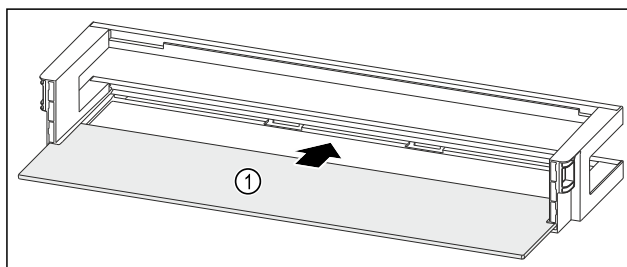

Fig. 165 Dveřní přihrádka s odkládací plochou
- ▶ Odkládací plochu Fig. 165 (1) zasuňte do bočních vybrání.